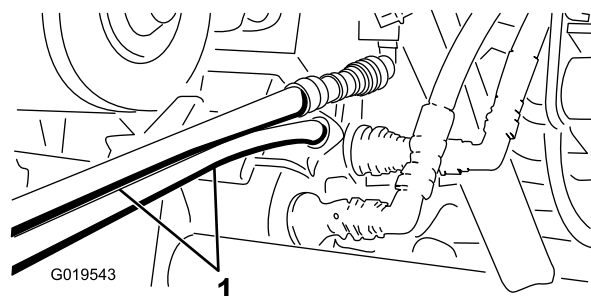

Figura 85
5. Na outra máquina, ligue as duas mangueiras ao acoplador que ainda se encontra no suporte de acoplamento (ligue a mangueira superior ao acoplador superior e a mangueira inferior ao acoplador inferior) (Figura 85).